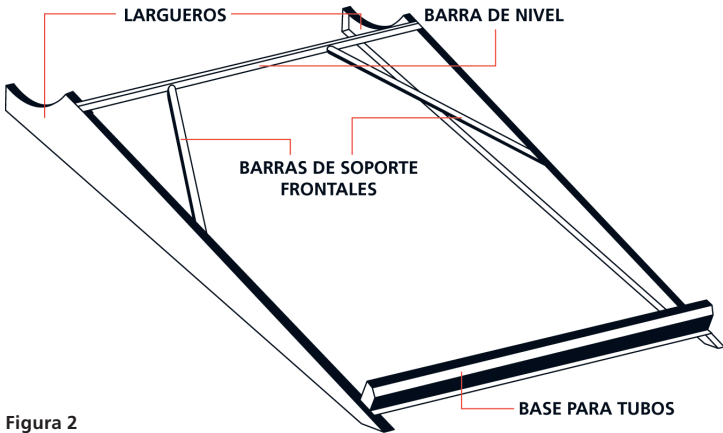

Figura 2
1. Ensamblar los largueros y la base para tubos, después incorporar la barra de nivel, y finalmente adicionar las barras de soporte frontales, como se muestra en la figura 2.